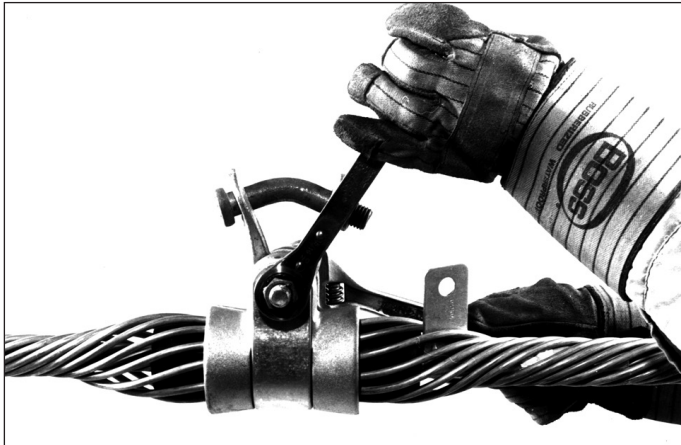

FIGURA 11
3.09 Coloque a porca autotravante. Aperte até que a arruela de pressão fique quase plana (Figura 11).